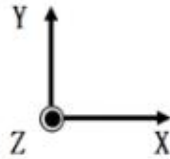

图 2 光纤 IMU700 坐标系
如图 2 所示，光纤 IMU700 使用东 (X) 北 (Y) 天 (Z) 坐标系：